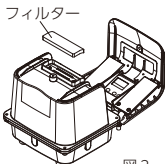

図3
④フィルターを上ハウジングから取り外して新品と交換、あるいは清掃してください。(図3)